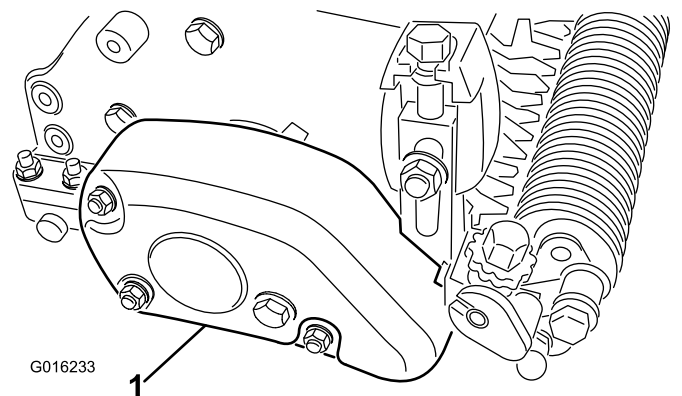

Figura 29
1. Rimuovete il copricinghia dall'alloggiamento del groomer (Figura 29).